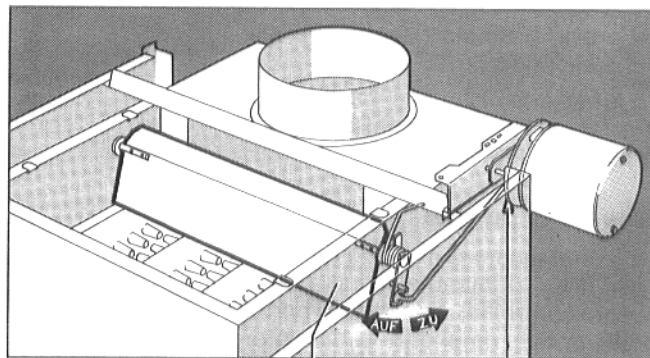

Fig. 27
- Dopo avere posto l'interruttore d'esercizio del quadro comando in posizione I ("EIN" = inserito), la serranda dei gas di scarico deve, se viene richiesto calore, portarsi in posizione d'apertura ("AUF"). Il controllo avviene osservando il movimento della leva di posizionamento (Fig. 27). Soltanto quando questa ha raggiunto la posizione finale "AUF", può esservi accensione della fiamma principale del gas.